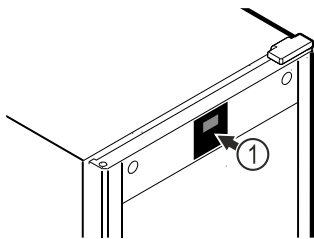

Fig. 52 Примерное изображение
Термометр уже откалиброван на заводе (смещение нуля +6 кельвинов). Если температура внутри устройства отличается от индикации температуры Fig. 52 (1), термометр можно калибровать.